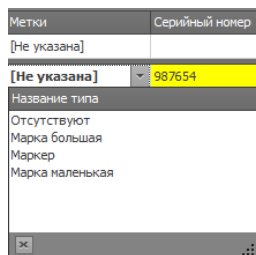

Рисунок 72
- Поле Метки – отображает тип метки наносимой на устройство, задается при добавлении устройства или прямо в поле. Щелкните указателем мыши в поле, и выберите тип метки из выпадающего списка. (Рис. 72)